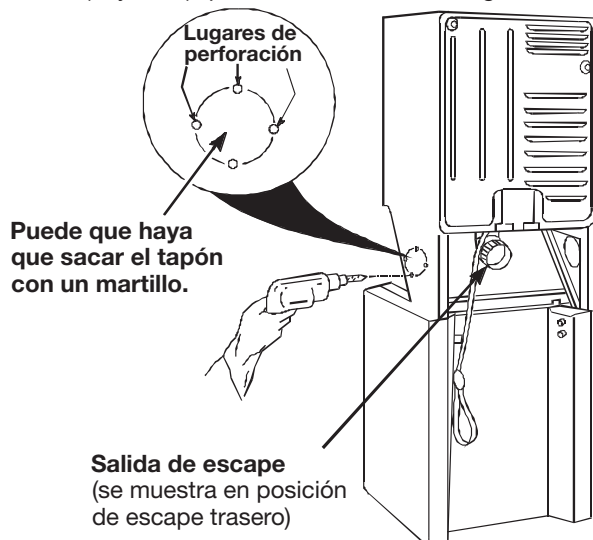

Figura 1
2. Retire el pretaladro del panel lateral izquierdo o derecho taladrando cuatro (4) agujeros de 1/4" en los puntos de taladro (hoyuelos) que se muestran. Vea la Figura 1.